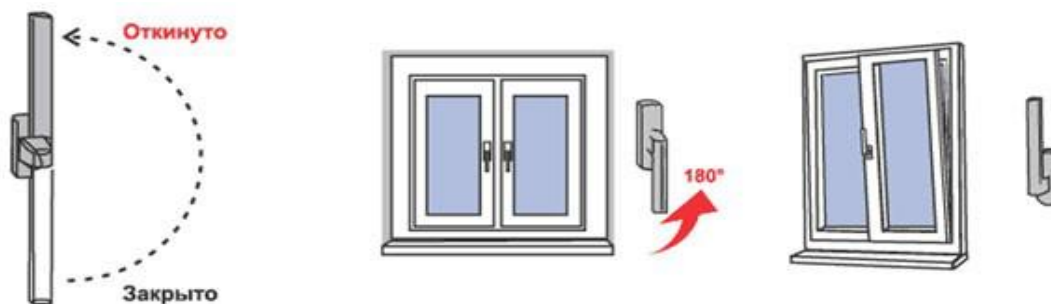

Рис. 2
4. Для перевода створки из закрытого положение в откидное – поворот створки относительно нижней горизонтальной оси (положение «Откинута» на Рис.2) – ручку поворачивают вертикально на 180 градусов вверх, при повороте ручки, закрытую створку прижимают к раме другой рукой (чуть выше ручки), затем, потянув за ручку, поворачивают створку относительно нижней горизонтальной оси на заданный изготовителем угол (откидной режим).